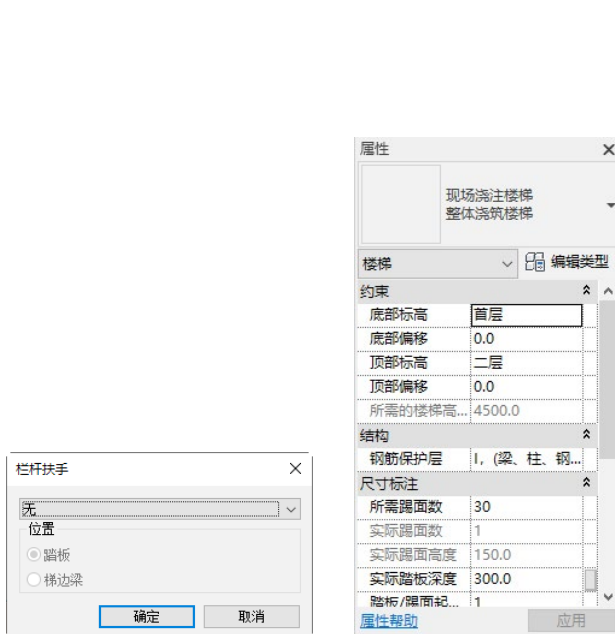

图 15-83 “栏杆扶手”对话框
- (5) 单击“修改|创建楼梯”选项卡“工具”面板中的“栏杆扶手”按钮，打开“栏杆扶手”对话框，选择“无”，如图 15-83 所示，单击“确定”按钮，完成楼梯上栏杆扶手的设置。